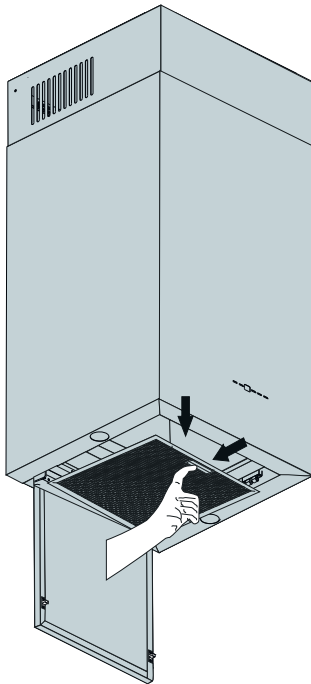

Fig. 12
1. ➤ For at fjerne sideindsugningspladen, hold i de øverste højre og venstre punkter og træk nedad (Fig. 12).
Åbn låsen til aluminiumskassettefilteret ved at trykke på fligen og fjern den fra dens stikdåse (Fig. 12).